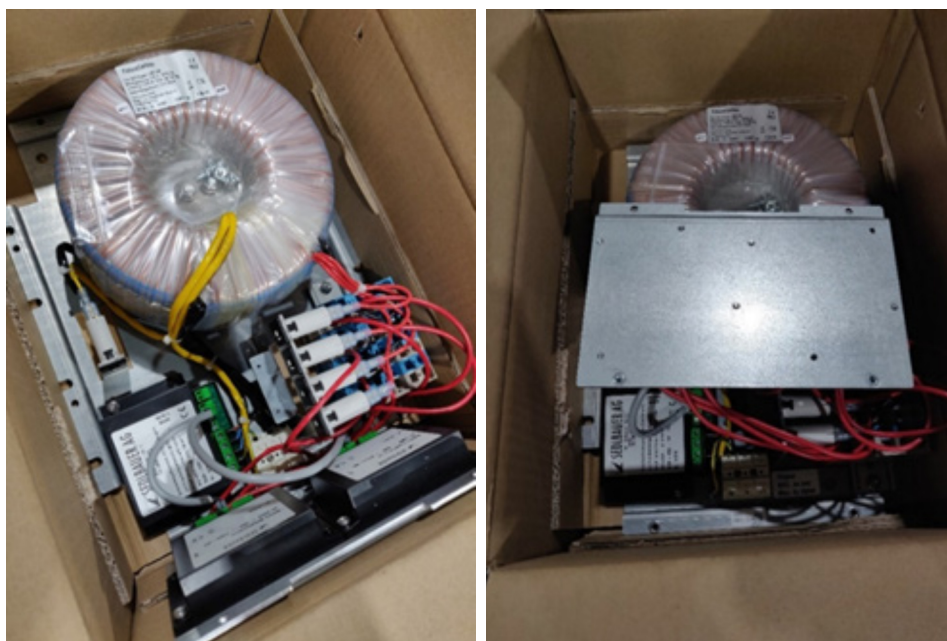

Abbildung 2: Links: Netzteil mit Erweiterungsplatte im Transportzustand. Rechts: Erweiterungsplatte auf Netzteil gelegt zur Entnahme aus Karton
- Entnehmen Sie das Gerät aus dem Karton. Achten Sie dabei darauf, dass die Verbindungskabel zwischen Erweiterungsplatine und Netzteil nicht herausgezogen werden indem Sie die Erweiterungsplatine beim Entnehmen gerade auf das Netzteil legen. Beachten Sie dazu Abbildung 2!